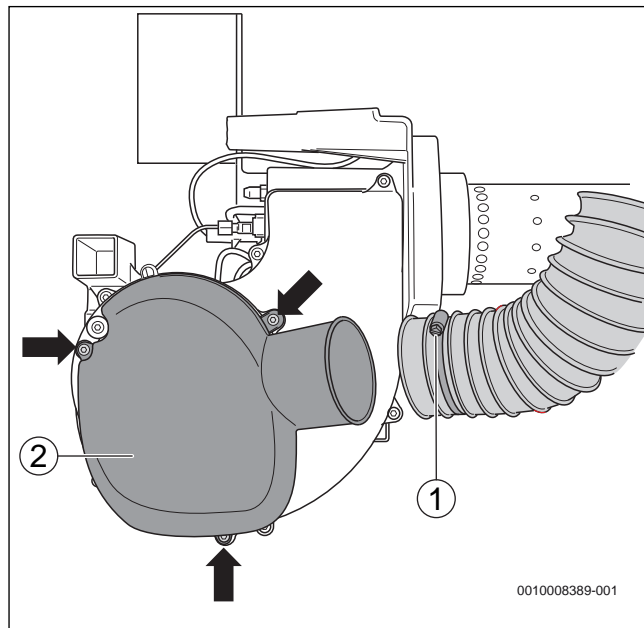
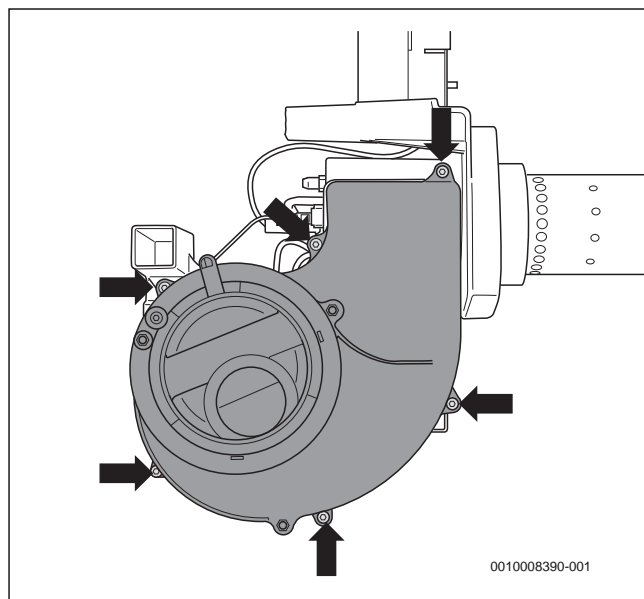

Рис. 31 Демонтаж глушителя на всасывании
Рис. 32 Демонтаж кожуха вентилятора
- ▶ Ослабьте специальный хомут (→рис. 31, [1]) на шланге подачи воздуха для горения при работе с забором наружного воздуха.
- ▶ Отверните крепёжные винты (→рис. 31, указаны стрелками) и снимите глушитель на всасывании (→рис. 31, [2]).
- ▶ Отверните шесть крепёжных винтов (→рис. 32, указаны стрелками) и снимите кожух вентилятора.
- ▶ Закрепите кожух вентилятора (→рис. 32) и глушитель на всасывании (→рис. 31).
- ▶ Ослабьте специальный хомут (→рис. 31, [1], стр. 19) и снимите всасывающий шланг.